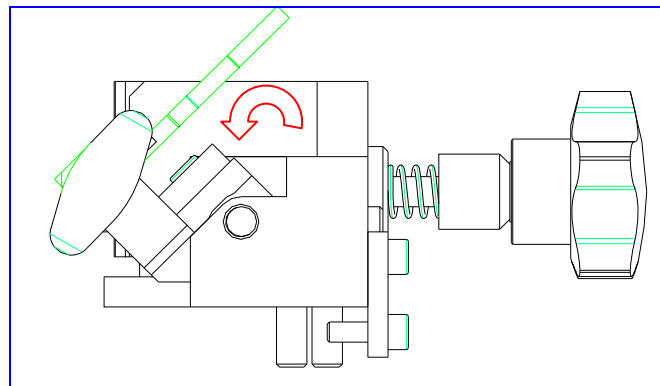
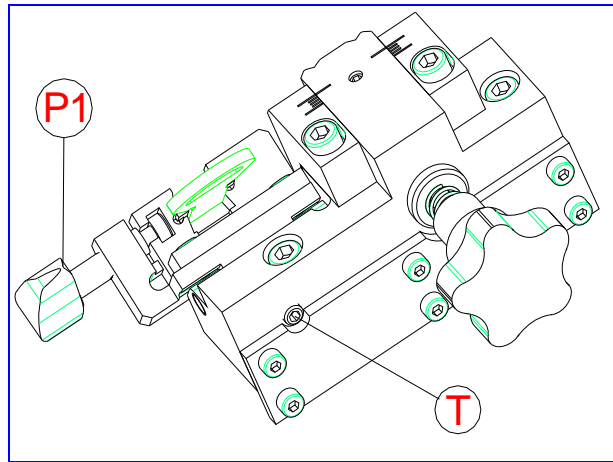
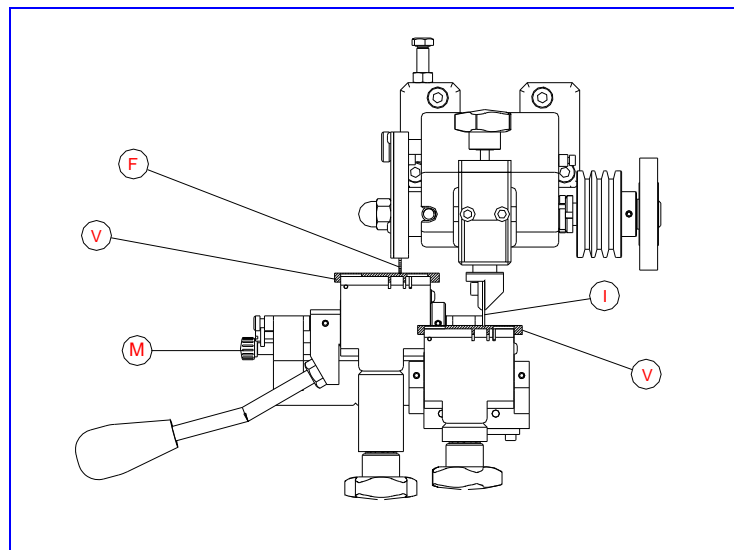
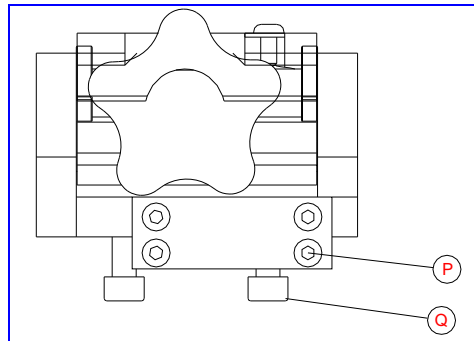

Fig. 5
Fig. 6
Fig. 9
Fig. 10
- Allentare i pomelli (15) ed allineare la seconda posizione del carrello (R2) con il riferimento (S).
- Allentare la vite prigioniera (T), girare il morsetto di 45° come illustrato nella Fig. 5.
- Quindi fissare il morsetto in questa posizione girando la vite prigioniera (T) in modo tale che il morsetto resti bloccato.
- Inserire le chiavi nei morsetti, facendo attenzione che la chiave arrivi fino in fondo alla scanalatura. Una volta inserita la chiave, serrare girando il pomello (P1). Vedi Fig. 6.
- Mettere in funzione la macchina e sostenere il carrello mediante la leva, avvicinare le chiavi verso l'indice copiatore (I) e la fresa (F).
- Si ricorda che occorre lavorare lentamente, senza forzare la fresa. La duplicazione si ottiene spostando il morsetto con movimenti verticali, per cui occorre estrarre la bacchetta (Q) e, con la leva (P), spostare verticalmente il morsetto. Vedi Fig. 10
- Sistemare i due pezzi di regolazione (V) nel morsetto, come illustrato nella Fig. 9. Fare avanzare la bacchetta (M) per fare in modo che il morsetto resti nella corretta posizione di regolazione.
- Avvicinare i morsetti all'indice copiatore (I) e alla fresa (F), in modo tale che i pezzi di regolazione coincidano con l'indice e con la fresa.
- Allentare le due viti (P) e (Q) del morsetto che si sta regolando (il morsetto sostituito) e con un piccolo martello di plastica, battere leggermente sul morsetto davanti o dietro, in modo tale che la fresa (F) e l'indice copiatore (I) coincidano con le bacchette di regolazione (V). Vedi Fig. 10.
- La distanza è perfettamente regolata quando l'indice copiatore e la fresa coincidono con i rispettivi pezzi di regolazione. Quindi stringere le viti (Q) e bloccare con le viti (P), in modo tale che durante la duplicazione il morsetto non si possa starare a causa dei colpi.